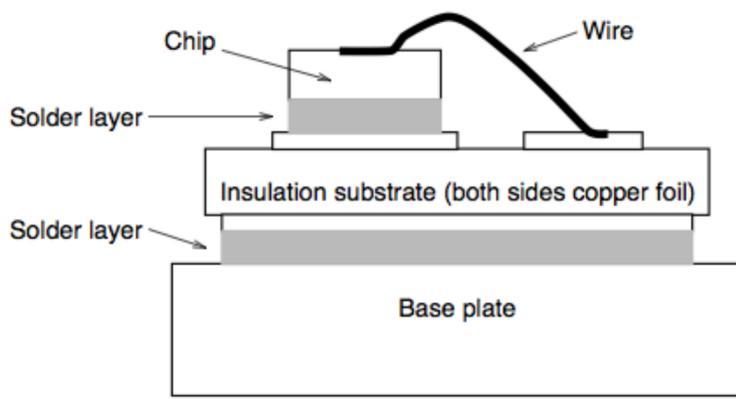

Abb.3: Schnittansicht eines Lötkontakt-Modules
- Löt-Verbindung der Bauelemente (Abb.3)